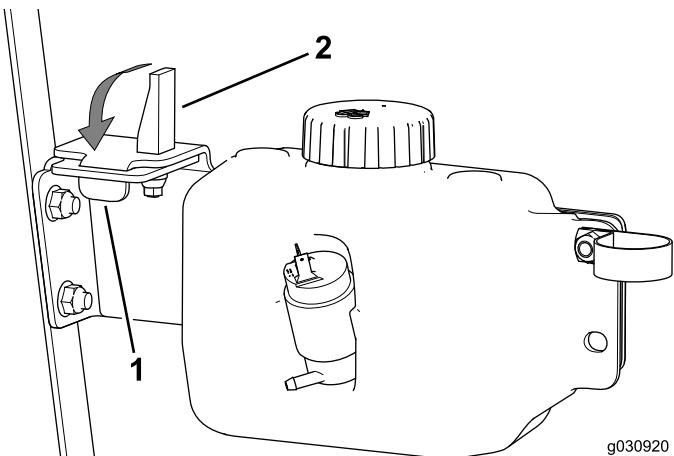

Figura 36
- Introduzca la pestaña en la ranura y el casquillo del cierre de expansión en el orificio de la placa del depósito (Figura 36).
- Mueva hacia abajo la palanca del cierre de expansión (Figura 36).